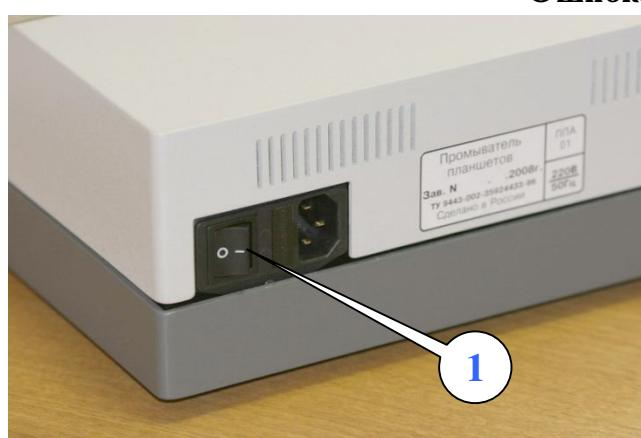

Рис. 2
1. Шнур питания и выключатель сети. Включение прибора осуществляется выключателем сети, расположенным на задней поверхности (поз. 1, рис. 2), при этом появляется надпись на индикаторе.
Подключите сетевой кабель к прибору, убедитесь, что сетевой выключатель находится в положении “0” и включите вилку в сетевую розетку (рис. 2).